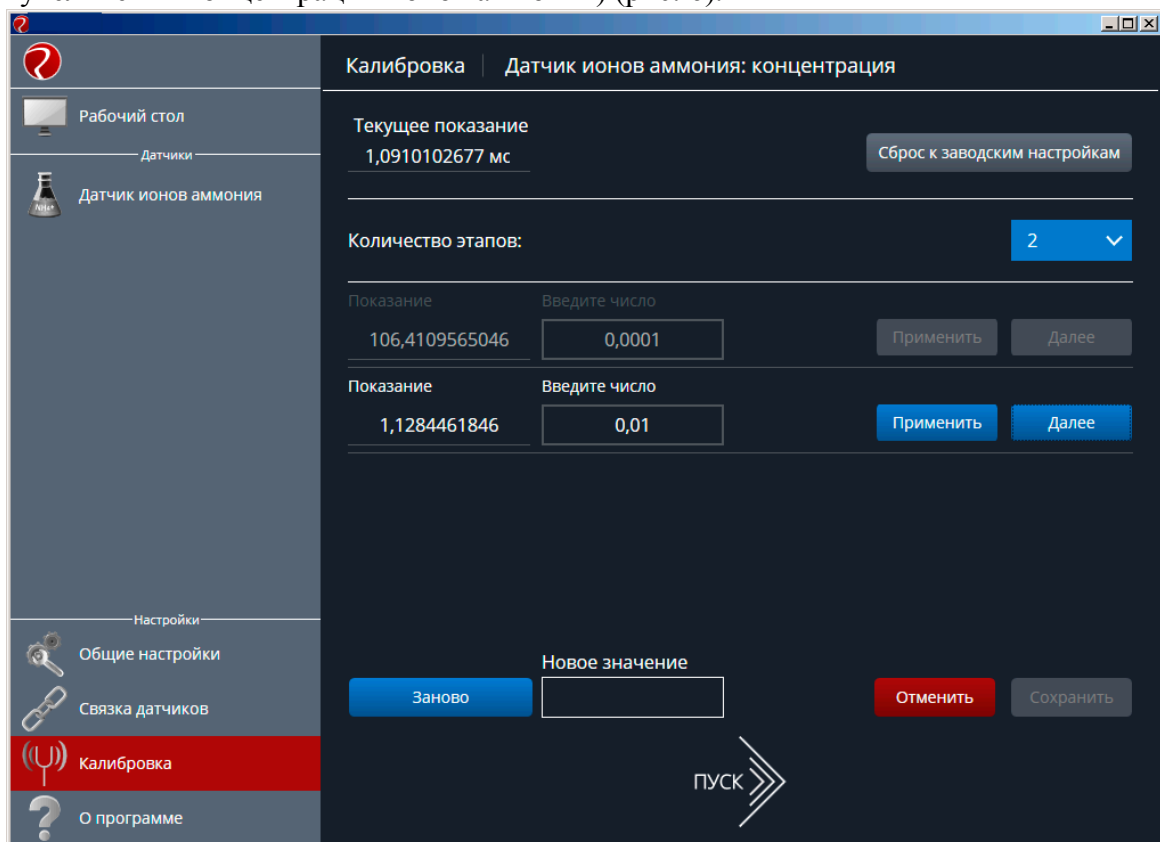

Рисунок 6 – Последующие этапы калибровки
- 11) Выполнить действия пп.3.9 – 3.10 для остальных калибровочных растворов (в порядке увеличения концентрации ионов аммония) (рис. 6).